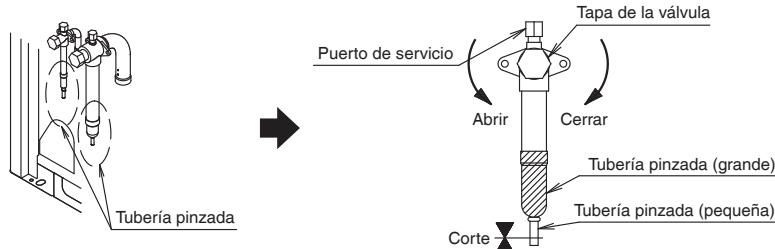

Fig. 12
- Cuando conecte la tubería de refrigerante a la unidad de fuente de calor, retire la tubería pinzada como se muestra en la Fig. 12.